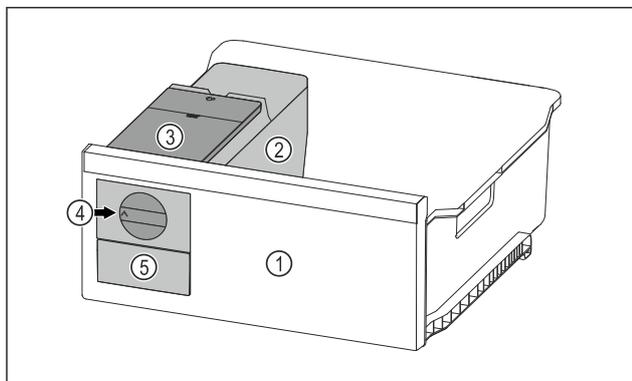

Fig. 122 Príklad zobrazenia
- ▶ Otočný gombík *Fig. 122 (4)* otočte v smere hodinových ručičiek až na doraz.
- ▶ Kocky ľadu vypadávajú z misky na kocky ľadu do zásuvky na kocky ľadu *Fig. 122 (5)*.